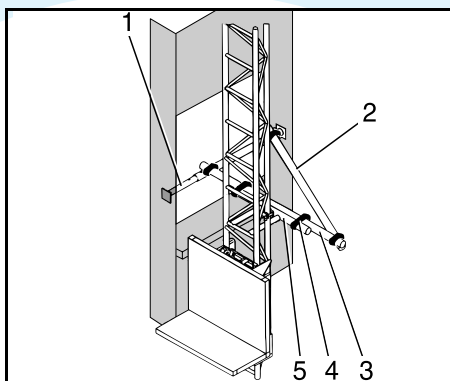

Bild 49 Anbau im Winkel
3. Weitere Gerüstrohre [49/2 und 3] ($\varnothing 48,3 \text{ mm}$), wie in Bild 49 dargestellt, zu einem Dreieck zusammenbauen.